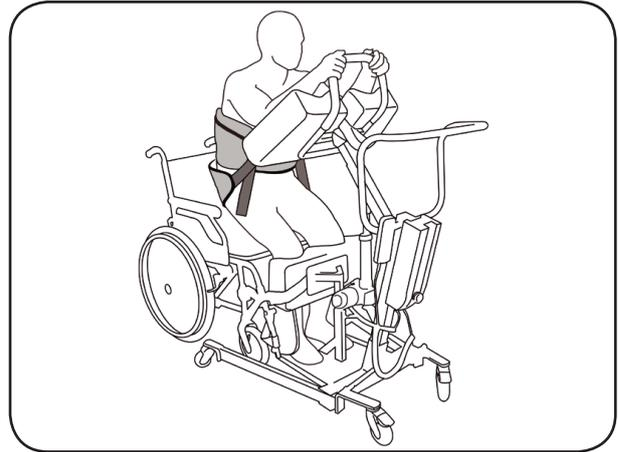

Abbildung 41
10. Heben Sie den Patienten vorsichtig an (Abbildung 41). Beobachten Sie dabei den Patienten und die Straffung des Liftergurtes, insbesondere die Sitzschaukel. Sollte etwas nicht richtig sitzen, dann lassen Sie den Patienten wieder ab und korrigieren Sie den Sitz.